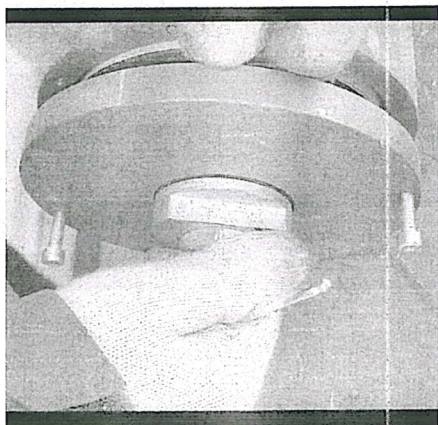

图 4.6
- 步骤 3: 用手向外轻轻晃动柱塞 (图 4.6、4.7);